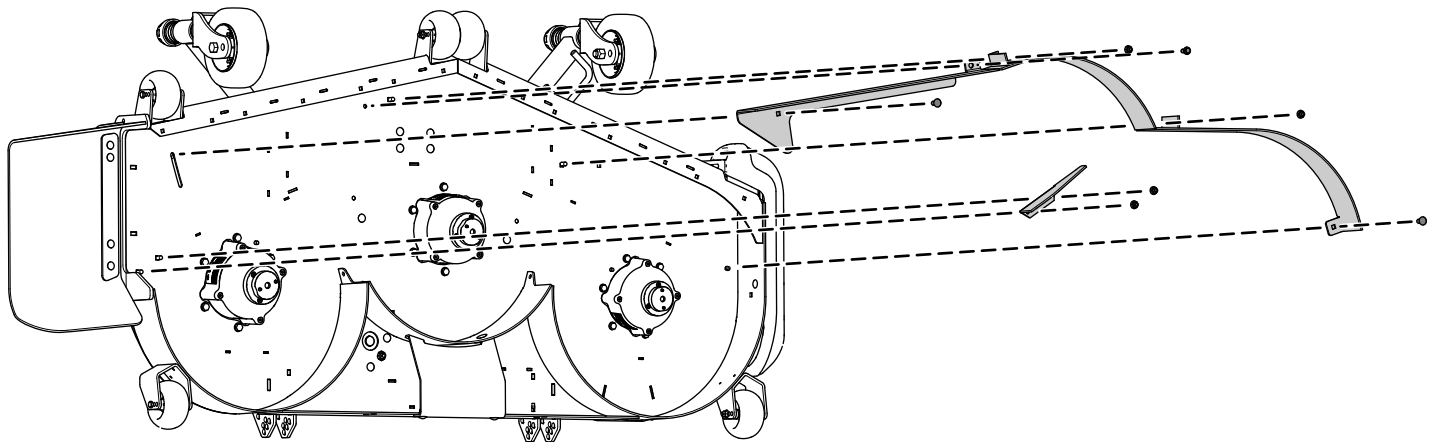

Bild 2
1. Entfernen Sie die 2 Bundmuttern, mit denen die Ablenkbleche befestigt sind (Bild 2).
2. Nehmen Sie die 2 Schrauben und 2 Muttern vom verstellbaren Flussablenkblech ab (Bild 2).
3. Nehmen Sie die 3 Schrauben und 3 Muttern ab, mit denen die Ablenkbleche befestigt sind (Bild 2).